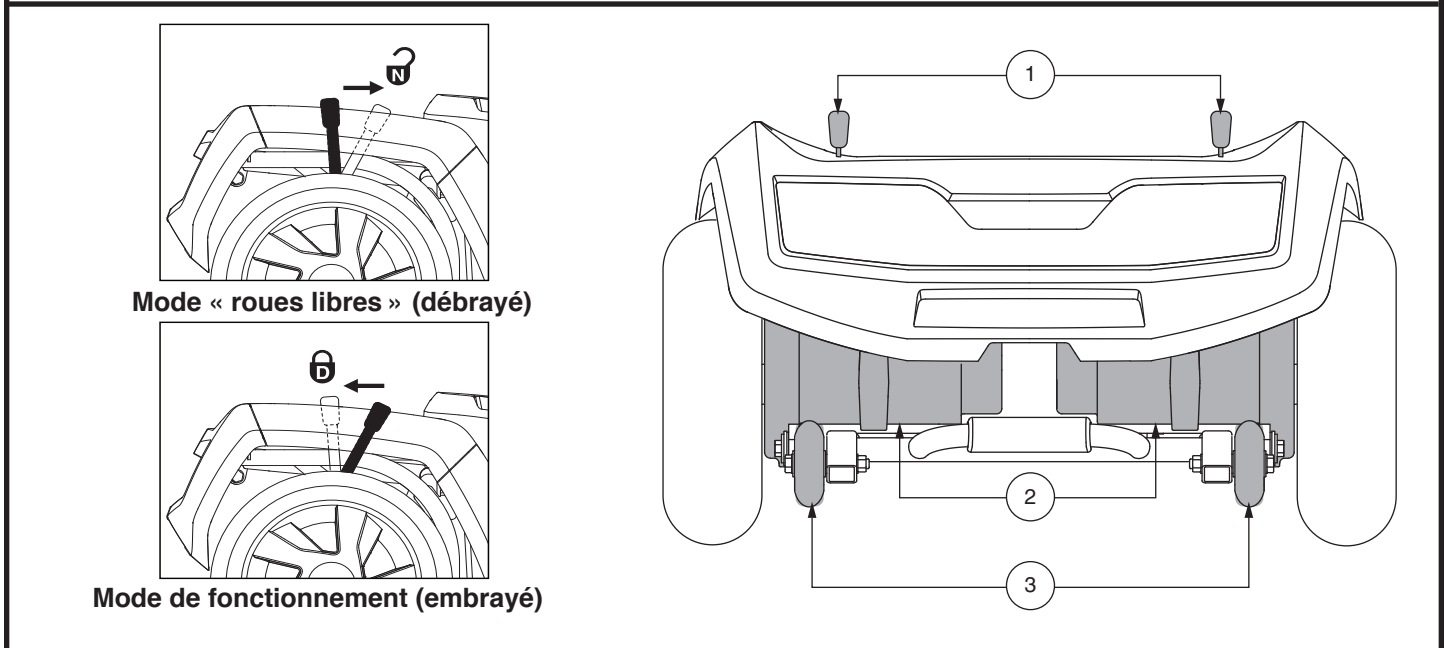
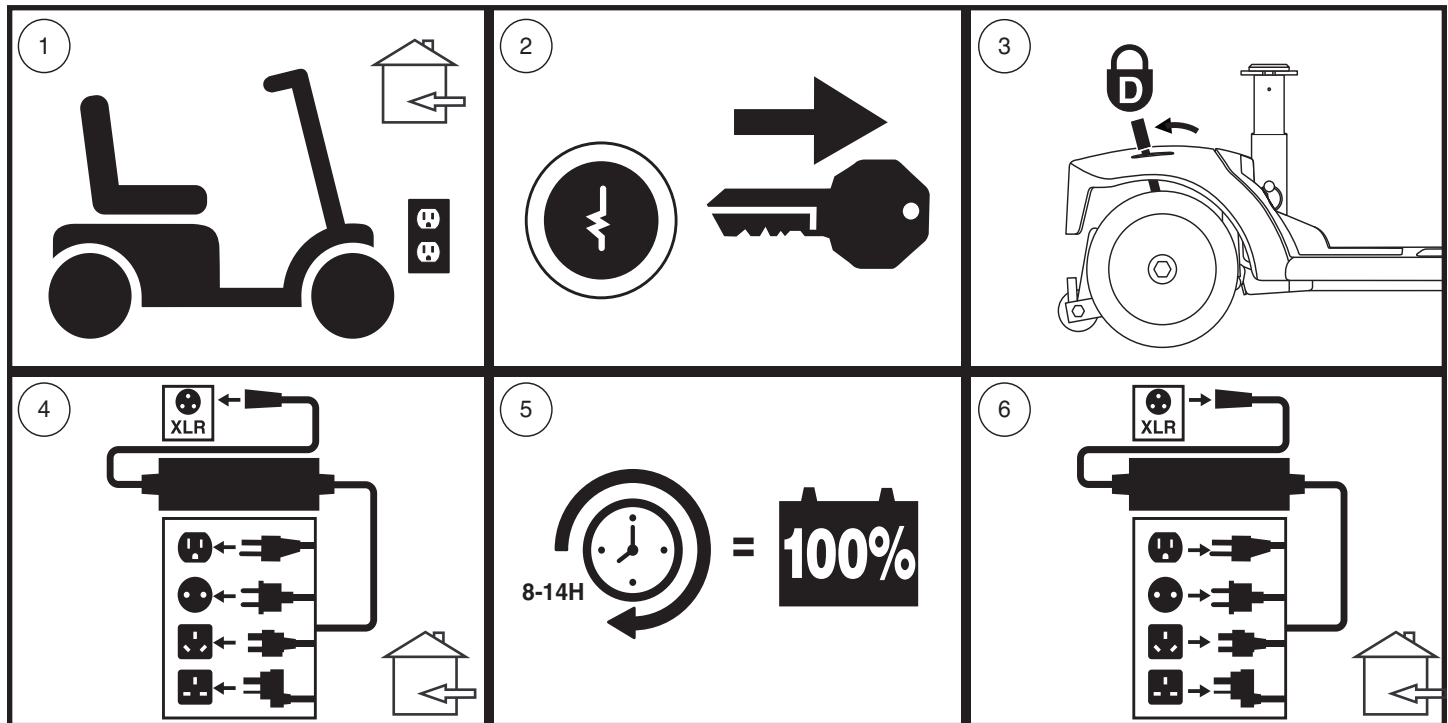

Figure 7. Section arrière - 710ZT
Figure 12. Recharge des batteries schéma des procédures
Votre Scooter est équipé de deux leviers d'embrayage manuel « pour passer au neutre » un sur chaque moteur. Ces leviers vous permettent de débrayer les moteurs de la boîte de vitesses, afin de pouvoir manoeuvrer votre Scooter manuellement. Voir la figure 7.
1. Trouvez les leviers sur la section arrière de la Scooter. Voir la figure 7.
NOTE: Pour le modèle 710ZT, les leviers de roue libre manuels fonctionnent dans la direction opposée (voir figure 7); par conséquent, pour l'étape 3 de la figure 12, les leviers doivent être poussés vers l'avant pour engager le mode de conduite.